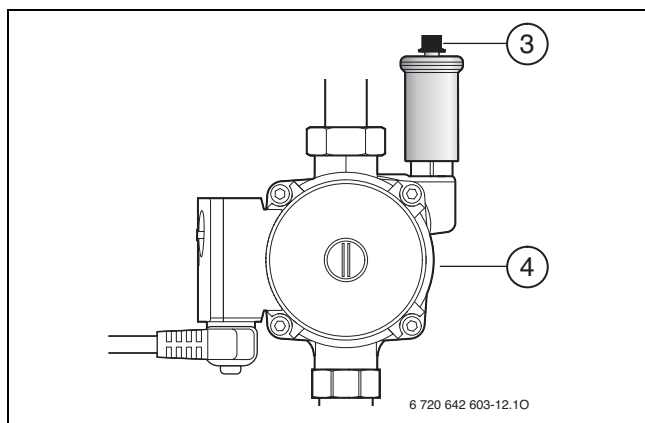

Fig. 22 Abrir la tapa del purgador automático
- ▶ Volver a purgar la instalación mediante el purgador automático de la bomba solar de alta eficiencia (→ fig. 22, [3], pág. 17).